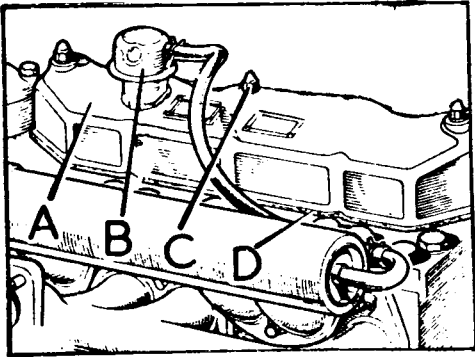

Fig. A1-52 Desmontaje de la tapa de balancines
- 2.1. Desmontar la tapa de balancines y su junta (Fig. A1-52).
- 1.2. Desmontar la tapa de balancines (Fig. A1-52).
- 1.6. Montar la tapa de balancines (Fig. A1-52). El purificador de aire (Tarea A1-1) y el capó (Tarea Q-1).
- 1.2. Quitar la tapa de balancines (Fig. A1-52).
- 2.6. Montar la tapa de balancines (Fig. A1-52). Instalar el purificador de aire (Tarea A1-1) y montar el capó (Tarea Q-1).